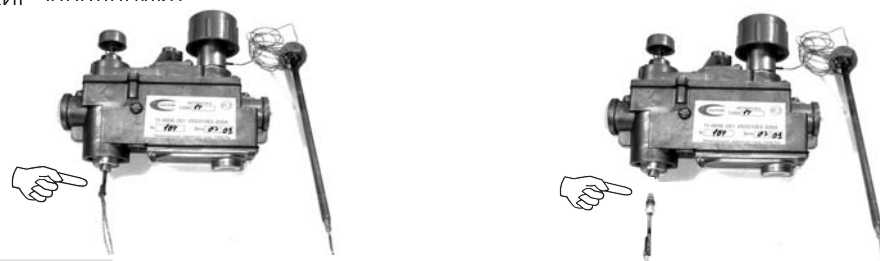

Рисунок 24
Отсоединить термопару от блока управления, отвернуть упорную гайку (см. рис. 24).
- отсоединить термopapy от блока управления (см. рис. 24);